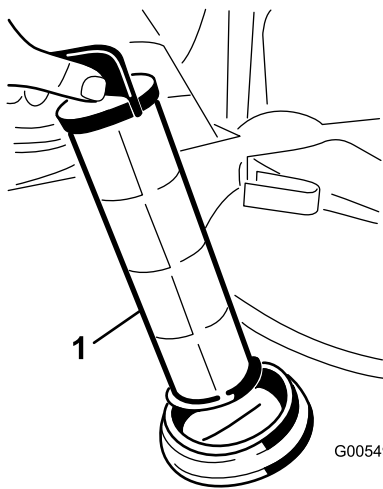

Bild 42
4. Ziehen Sie das Saugsieb aus dem Siebgehäuse im Behälter (Bild 42).